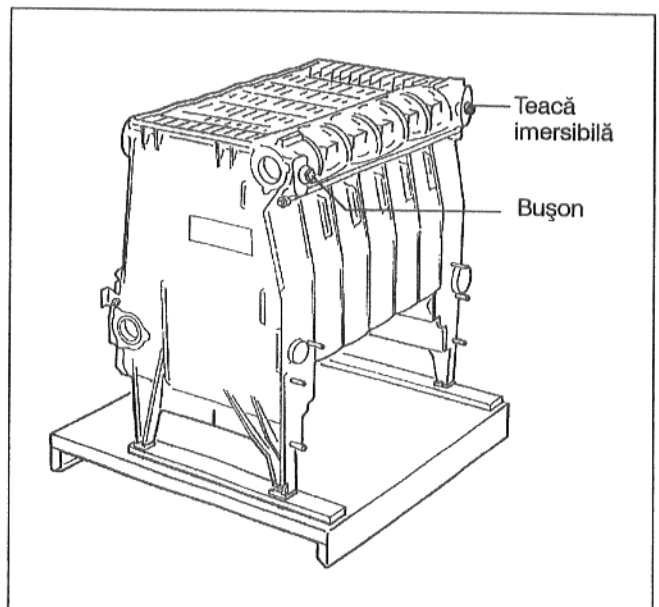

Fig. 14
- Pe partea din față a cazanului, teacă imersibilă și bușonul sunt etanșate cu câneapă și masă de etanșare a filetului (Fig. 14).